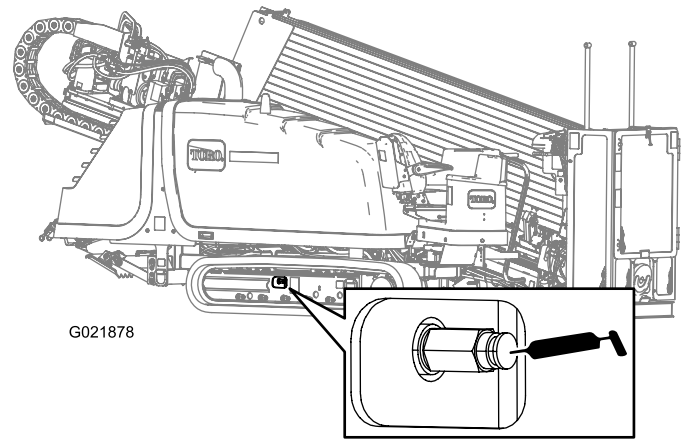

Figura 137
2. Retire la suciedad y los residuos de alrededor de la válvula de grasa del sistema de tensado de la oruga (Figura 137).
4. Aplique grasa al engrasador hasta que la tensión alcance los 220,63 bar (3,200 psi), según se muestra en Figura 137.
4. Gire la válvula de grasa del sistema de tensado de las orugas en sentido antihorario **no más de una vuelta** (Figura 137).